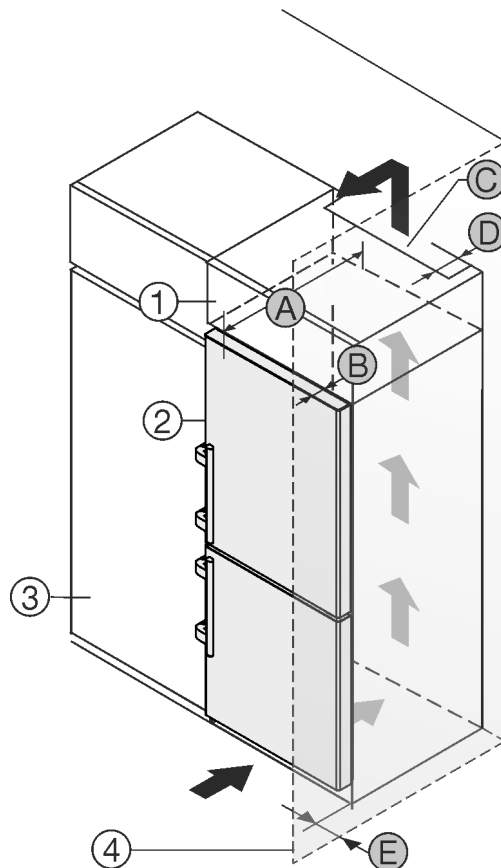

Fig. 2
- (1) Nadstavná skriňa*
- (2) Zariadenie*
- (3) Kuchynská skriňa*
- (4) Stena*
- (A) Hĺbka zariadenia*
- (B) Hĺbka dverí*
- (C) Prierez vetracieho otvoru*
- (D) Vzdialenosť zadnej strany zariadenia*
- (E) Vzdialenosť od boku zariadenia*
Zariadenie môžete inštalovať priamo vedľa kuchynskej skrine *Fig. 2 (3)*.*
Na zadnej strane nadstavnej skrine musí byť vetracia šachta s hĺbkou *Fig. 2 (D)* cez celú šírku nadstavnej skrine.*
Pod stropom miestnosti sa musí dodržať prierez vetracieho otvoru *Fig. 2 (C)*.*
Ak zariadenie nainštalujete so závesmi vedľa steny *Fig. 2 (4)*, tak vzdialenosť medzi zariadením a stenou musí byť minimálne 57 mm. To zodpovedá presahu držadla pri otvorených dverách.*
Aby ste mohli dvere úplne otvoriť, zariadenie musí vyčnievať o hĺbku dverí *Fig. 2 (B)* prednej časti kuchynskej skrine. V závislosti od hĺbky kuchynských skrií *Fig. 2 (3)* a použitia dištančných držiakov na stenu môže zariadenie prečnievať ešte viac.*